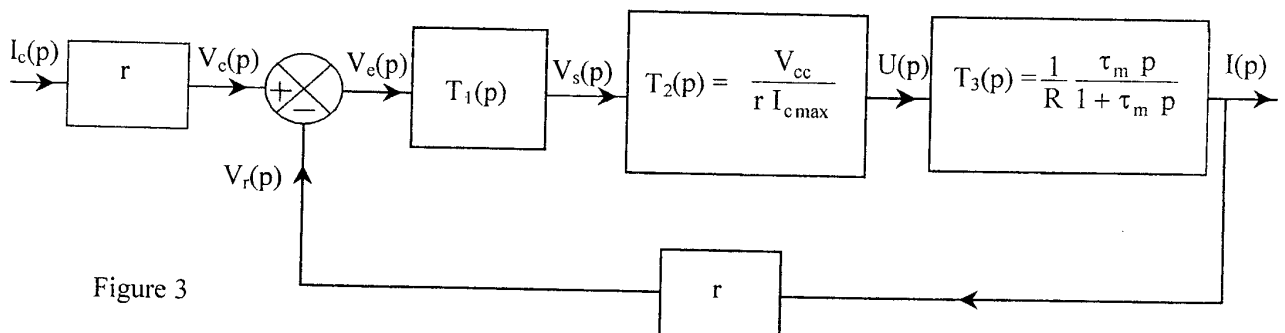
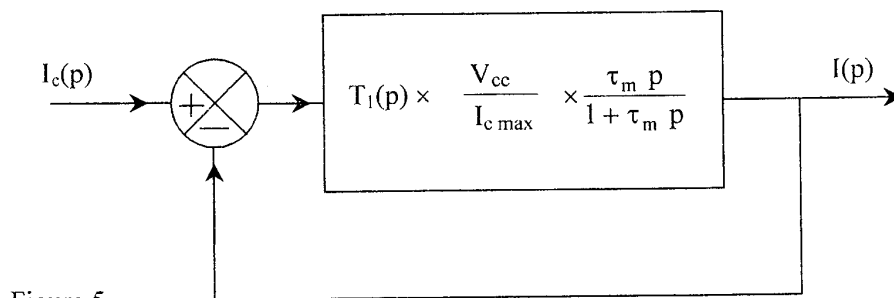
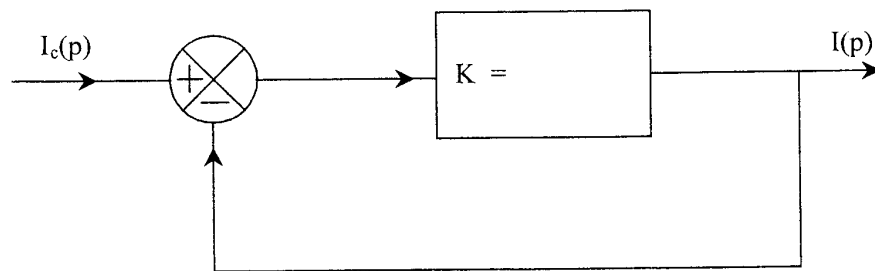

Figure 3
Figure 5
Figure 6
Il en résulte le schéma fonctionnel de la figure 3 dans laquelle on compare en fait les tensions $v_r(t) = r i(t)$ et $v_c(t) = r i_c(t)$ et où :
2.1.2 Quelle valeur doit-on donner à la constante $\tau_1 = R_1 C_1$ du correcteur si l'on veut que le schéma fonctionnel de la figure 5, équivalent à celui de la figure 3, se réduise à celui de la figure 6 où K est une constante que l'on calculera en fonction de V_{cc} , R et I_{cmax} . Compléter la figure 6.
2.2.1. On donne $W(p) = \frac{I(p)}{I_c(p)} = \frac{5}{6} = C^{te}$ et on applique à l'entrée de la boucle représentée figure 3 un échelon de consigne $i_c(t)$ de 5,76 ampères alors que la vitesse angulaire initiale $\Omega(0)$ est nulle. En utilisant la relation fondamentale de la dynamique pour les solides en rotation autour d'un axe, calculer $\Omega(t)$.